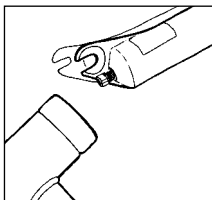

Fig. 8
4. Allentare parzialmente il dado pneumatico con una chiave a tubo da 10 mm, battere con precisione sul dado con un mazzuolo in gomma, liberando così gli steli dal tubo inferiore (vedere Fig. 8) e rimuovere